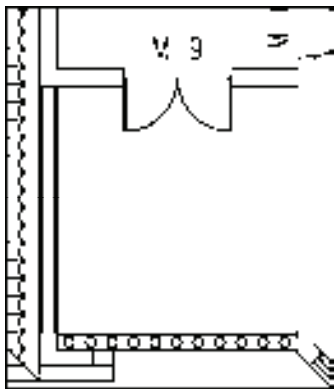

图 13-134 修剪线段
7) 调用“延伸”命令，延伸线段；调用“修剪”命令，修剪线段，结果如图 13-134 所示。